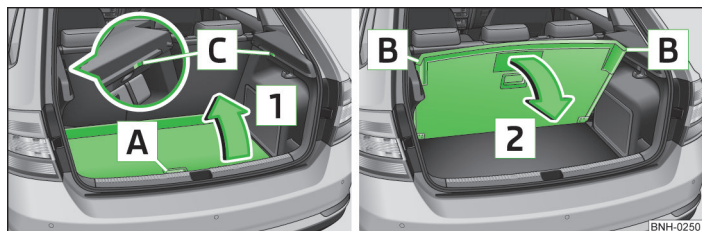

Abb. 73 Variablen Ladeboden hochklappen / herunterklappen
- Den variablen Ladeboden am Griff **[A]** » Abb. 73 fassen.
- Den variablen Ladeboden durch Ziehen in Pfeilrichtung **[2]** » Abb. 73 entriegeln. ■